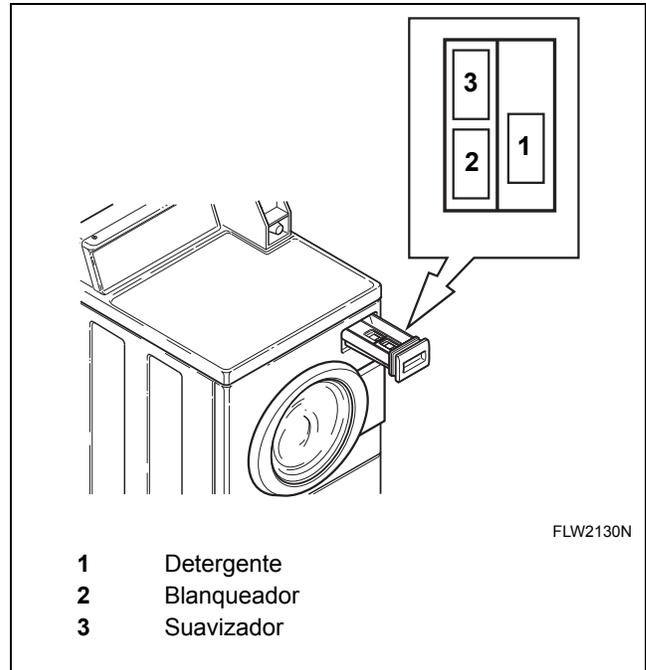

Figura 42
Abra la gaveta del surtidor. Mida y añada detergente de alta eficiencia (HE) que dé poca espuma (1), blanqueador (2) y suavizante (3) al cajón de suministro (consulte *Figura 42*). Cierre la gaveta del surtidor.